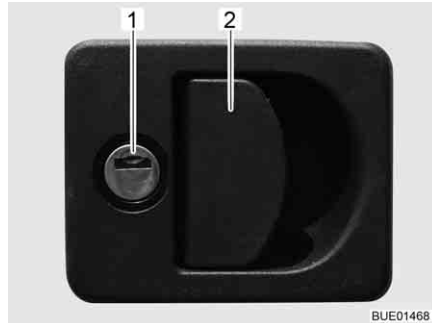

Bild 52 Lucklås med greppåpa
- Stick in nyckeln i låscylindern (Bild 52,1) och vrid ett kvarts varv. Lucklåset är upplåst.
- Drag i låshandtaget (Bild 52,2). Den utvändiga luckan är öppen.